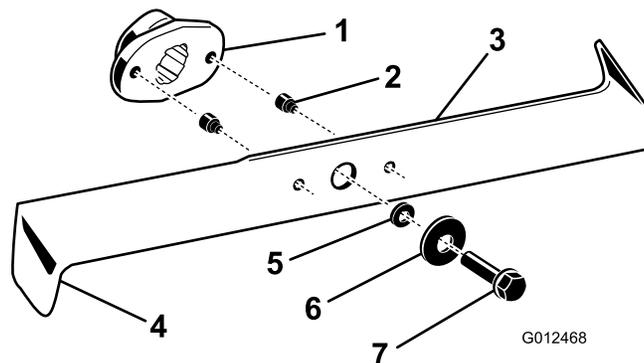

Figura 39
2. Inspeccione los filos de corte (Figura 39). Si los bordes no están afilados o tienen mellas, retire las cuchillas y afílelas; consulte Cómo afilar las cuchillas.
3. Inspeccione las cuchillas, especialmente los extremos inclinados (Figura 39). Si observa cualquier daño
- Si los pasadores de seguridad están rotos, sustitúyalos inmediatamente (Figura 39).
- Retire los pernos, las arandelas y las cuchillas (Figura 39). Inserte un bloque de madera entre cada cuchilla y el cortacésped para bloquear la cuchilla mientras se retira cada perno.
- Instale las cuchillas, las arandelas y los pernos (Figura 39).